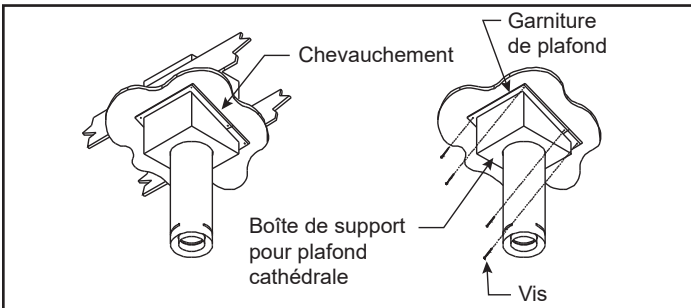

Figure 3.41
**Étape 9** – Installez le collet de garniture noir à l'extérieur de la boîte de support du plafond cathédrale. Les deux pièces du collet de garniture glissent l'une sur l'autre pour faciliter leur ajustement autour de la boîte de support. Utilisez les six (6) vis fournies pour attacher les quatre coins et les parties qui se chevauchent du collet de garniture au plafond. Il est bon de percer des trous dans les parties qui se chevauchent pour faciliter l'installation (figure 3.41).